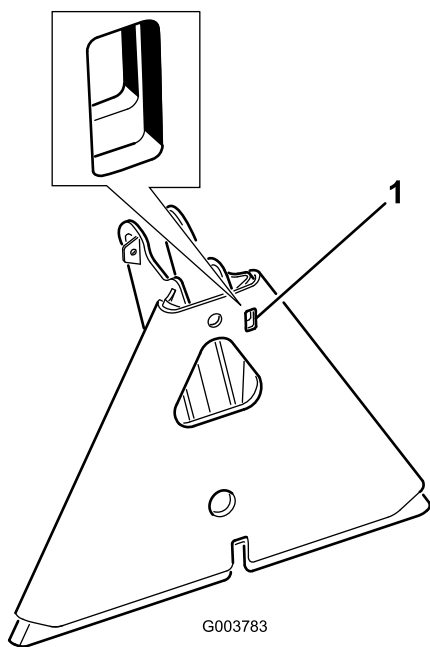

Рисунок 16
**Примечание:** Если переходник навесного оборудования заклинило на переходнике тягового блока, вставьте монтировку или отвертку в паз под рычаг, чтобы разделить эти части (Рисунок 16).